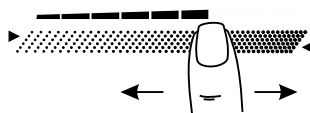

Рис.5
2. Выбор режима нагрева производится перемещением пальца по поверхности ④ - «скользящая кнопка» (рис. 5). Когда режим нагрева меняется, в окне выбранной конфорки отображается значение от «0» до «9».
1. Работавшую конфорку касанием зоны ② перевести в режим управления.
2. Перемещая палец по поверхности ④ изменить режим нагрева конфорки (рис. 5).